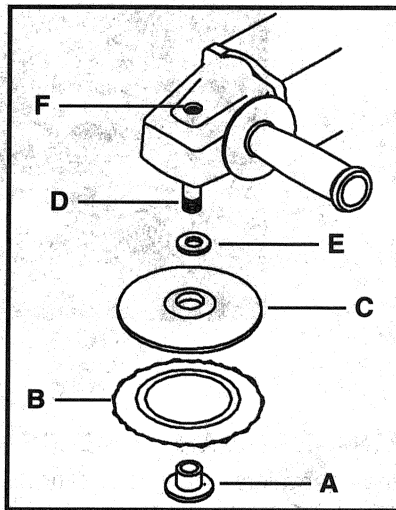

Fig. 4
2. Coloque la arandela "E" (ver la Fig. 4) en el husillo "D".
3. Oprima el pasador de fijación del husillo "F" (ver la Fig. 4) y coloque el cojín de refuerzo "C" en el husillo "D".
4. Coloque la tuerca de retención "A" (ver la Fig. 4) a través del agujero del cojín de pulir de lana de cordero "B" (disponible a través de casi todos los distribuidores) y gírela en el sentido de las agujas del reloj en el husillo hasta que se asiente. El funcionamiento normal de la pulidora apretará el cojín de pulir.
Oprima el pasador de fijación del husillo "F" (ver la Fig. 4) y manténgalo oprimido. Agarre firmemente el borde del cojín de pulir y del disco de refuerzo, y gire en sentido contrario al de las agujas del reloj para quitarlo.